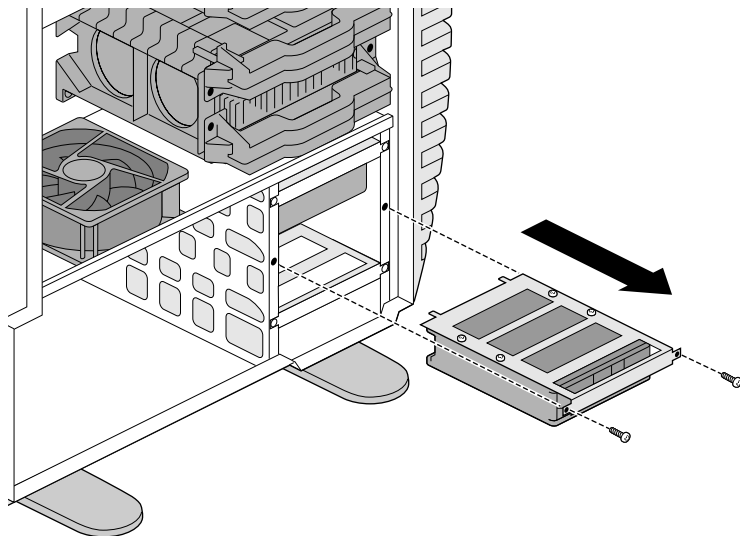

Figure 4-18 Retrait du disque interne et de son support
5. À l'aide d'un tournevis Phillips, retirez les deux vis qui maintiennent le support du disque au châssis, puis retirez de la baie le support et le disque (voir Figure 4-18).